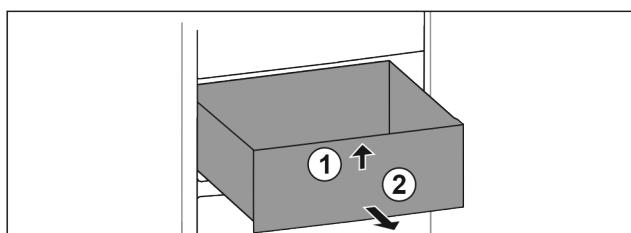

Fig. 68
- Nadvhynite zásuvku vpred. Fig. 68 (1)
- Odoberte zásuvku dopredu. Fig. 68 (2)